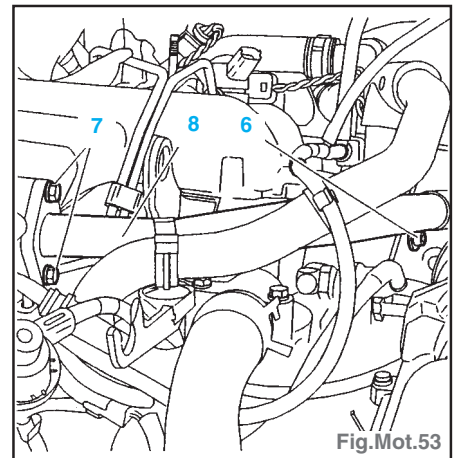

Fig.Mot.53
- Déposer les vis (6 et 7) et écarter légèrement le tube (8) (Fig.Mot.53).